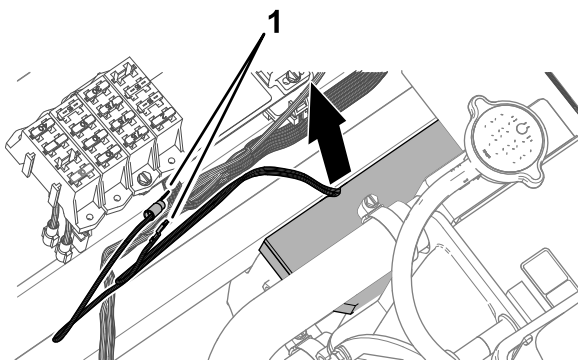

Figura 18
3. Tire del arnés de cables del kit hacia el bloque de fusibles, tal y como se muestra en la Figura 18.